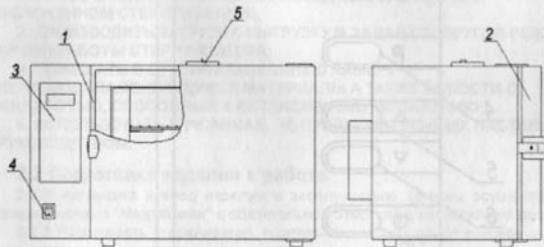
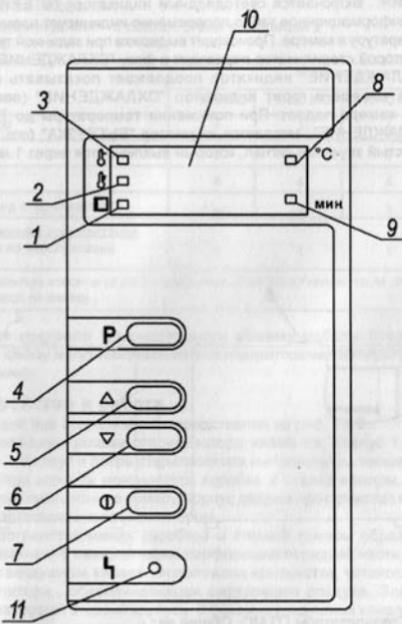

Рисунок 1 – Стерилизаторы ГП МО. Общий вид
Рисунок 2 – Расположение органов управления стерилизатором на блоке управления
1.4.1 Общий вид стерилизатора представлен на рис. 1 и 2.
Установить выключатель (поз.4, рис. 1) в положение "1". На блоке управления загорится индикатор (поз.8, рис. 2), информационное табло (поз.10, рис.2) показывает текущую температуру в стерилизационной камере.
Для выбора программы стерилизации нажать на кнопку "P" (поз.4, рис.2) и выбрать нужную программу путем нажатия на одну из кнопок "Δ", "V" (поз.5, 6, рис.2).
Для запуска выбранной программы кратковременно (не более 2 сек) нажать на кнопку "①" (поз.7, рис. 2). Стерилизатор перейдет в фазу "ПОДГОТОВКА". Информационное табло индицирует изменение температуры в камере. Происходит нагрев до установленного значения температуры.
"СТЕРИЛИЗАЦИЯ". Включается светодиодный индикатор "СТЕРИЛИЗАЦИЯ" (поз.3, рис. 2), информационное табло попеременно индицирует время выдержки и текущую температуру в камере. Происходит выдержка при заданной температуре, по истечении которой стерилизатор переходит в фазу "ОХЛАЖДЕНИЕ".
В фазе "ОХЛАЖДЕНИЕ" индикатор продолжает показывать изменение температуры в камере и горит индикатор "ОХЛАЖДЕНИЕ" (поз.2,рис. 2). Температура в камере падает. При понижении температуры до 75°C гаснет индикатор "ОХЛАЖДЕНИЕ", загорается индикатор "ВЫГРУЗКА" (поз.1, рис. 2) и звучит прерывистый звуковой сигнал, который выключается через 1 минуту.
2.3.3 Установить выключатель (поз.4, рис. 1) в положение "I". На блоке управления загорится индикатор (поз.8, рис. 2), информационное табло (поз.10, рис.2) показывает текущую температуру в стерилизационной камере.
Алгоритм управляющей программы стерилизатора заплочена возможность автоматического запуска прерванной (в результате кратковременного пропадания питанияющего напряжения) программы. Если после включения произошел автоматический запуск программы, то для ее остановки необходимо нажать на кнопку "(1)" (поз.7, рис.2) и удерживать в течение 3 секунд.
Программа запоминает в энергонезависимой памяти номер последней программы, запущенной на исполнение. Для ее повторного запуска можно сразу нажать на кнопку "(1)" (поз.7, рис. 2), не производя перебор программ.
2.3.5 Для запуска выбранной программы кратковременно (не более 2 сек) нажать на кнопку "(1)" (поз.7, рис. 2). При этом включится вентилятор принудительной циркуляции воздуха внутри стерилизационной камеры и стерилизатор передает в фазу "ПОДГОТОВКА". Информационное табло индицирует изменение температуры в камере. Происходит нагрев до установленного значения температуры.
При необходимости запущенную программу можно остановить, нажав на кнопку "(1)" (поз.7, рис.2) и удерживать в течение 3 секунд. Эту остановку можно выполнить в любой фазе стерилизации.
2.3.6 При достижении заданной температуры стерилизатор переходит в фазу "СТЕРИЛИЗАЦИЯ". Включается светодиодный индикатор "СТЕРИЛИЗАЦИЯ" (поз.3, рис. 2), информационное табло попеременно индицирует время выдержки и текущую температуру в камере. Происходит выдержка при заданной температуре, по истечении которой стерилизатор переходит в фазу "ОХЛАЖДЕНИЕ".
2.3.7 В фазе "ОХЛАЖДЕНИЕ" индикатор продолжает показывать изменение температуры в камере и горит индикатор "ОХЛАЖДЕНИЕ" (поз.2,рис. 2). Температура в камере падает.
2.3.8 При понижении температуры до 75°C гаснет индикатор "ОХЛАЖДЕНИЕ", загорается индикатор "ВЫГРУЗКА" (поз.1, рис. 2) и звучит прерывистый звуковой сигнал, который выключается через 1 минуту.
2.3.10 По окончании работы стерилизатор установить выключатель в положение "0" (поз. 4, рис. 1).